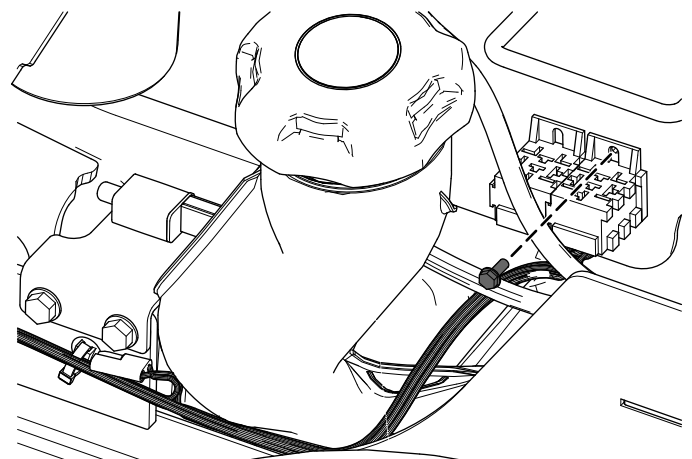

Bild 15
4. Befestigen Sie den Kabelbaum in der Nähe der Relais mit der Blechschaube (**Bild 15**).